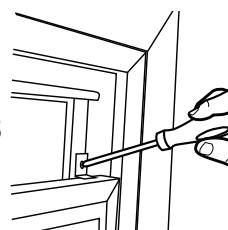

Fig. 23
3. Placer la ferrure de blocage comme l'illustration le montre, à l'aide d'un tournevis. Utiliser une mèche de 1/8 po pour percer un avant-trou par le trou de la ferrure de blocage et dans la fenêtre supérieure. (voir la figure 23)